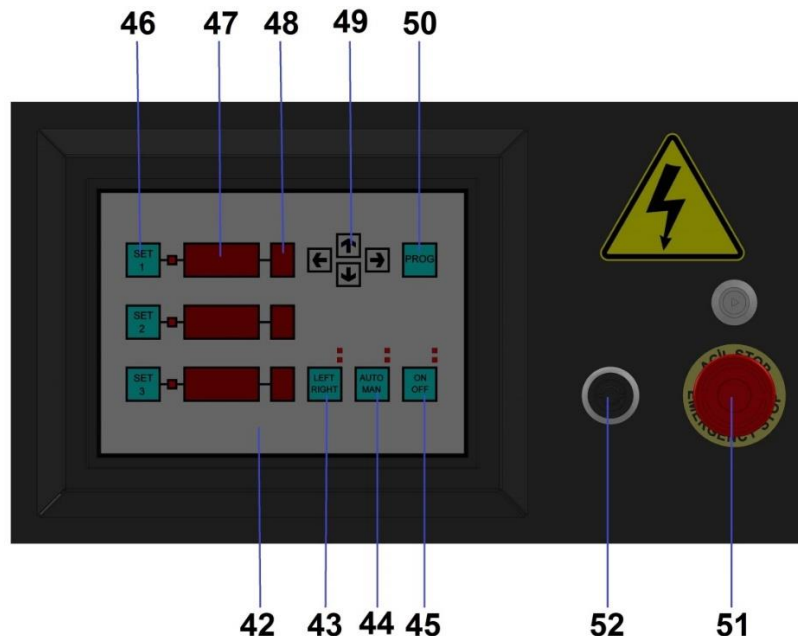

Figure 7: Fonctionnement de la machine numérique 220V
- Appuyez sur le bouton **SET** du panneau de commande, puis sur le bouton **PROG** et entrez les données souhaitées. Utilisez les flèches **HAUT** et **BAS** (Figure 7 No. 49) pour entrer le degré d'angle souhaité dans l'indicateur d'angle (Figure 7 No. 47). Appuyez sur la flèche droite et passez à l'indicateur d'unité (Figure 7 No. 48), puis entrez l'unité souhaitée. Une fois les données d'angle et d'unité saisies, appuyez sur la flèche bas et passez à la ligne **SET**. Entrez les données dans la ligne **SET** et enregistrez-les en appuyant sur le bouton **PROG**. Un maximum de 9 valeurs peut être entré pour chaque indicateur de ligne **SET**.
- Une fois l'ajustement terminé, placez le bouton **MAN-AUTO** (Figure 7 No. 44) en position **AUTO** et commencez le cintrage en série.
En cas d'urgence, la machine peut être arrêtée en appuyant sur le bouton **d'arrêt d'urgence** du panneau de commande (Figure 7 No. 51). Lorsque vous recommencez à cintrer, la machine redémarrera à partir du dernier programme ajusté